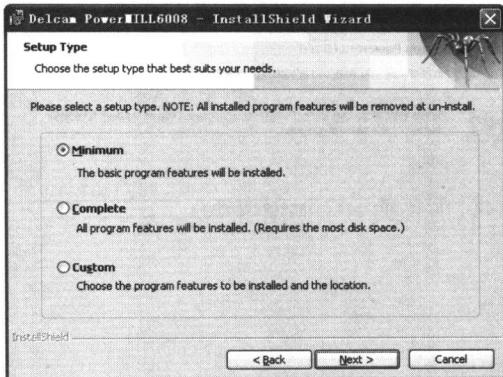

图1-6 安装类型界面
6. 在界面中单击 **Change...** 按钮可以改变安装路径，如“D:\Delcam\”路径。单击 **Next >** 按钮，进入如图 1-6 所示的安装类型界面。